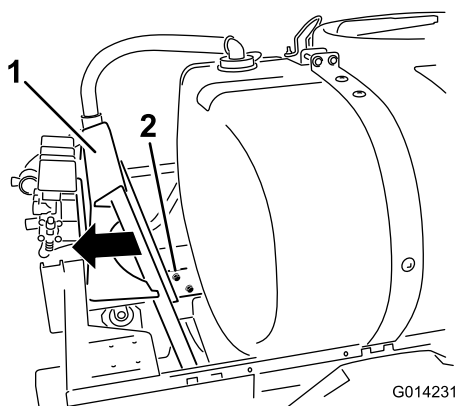

図 6
1. バルブ取り付けレールをフレームに固定しているボルトをゆるめる 図 6。